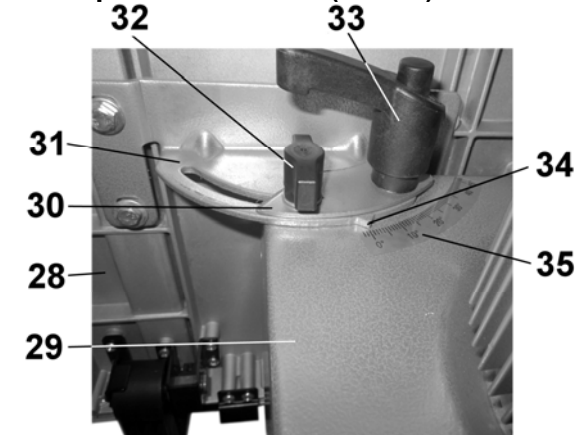

Рис. 4
### 10.1. Установка рабочего стола (Рис. 4)
10.1.1. Демонтируйте ручки фиксации (32; 33) и прижимную пластину (30). На нижнюю тумбу (29) установите и закрепите рабочий стол (28), как показано на Рис.4.
### 11.1. Установка рабочего стола под прямым углом к пильной ленте (Рис. 4)
## 11.2. Установка рабочего стола под углом к пильной ленте (Рис.4)